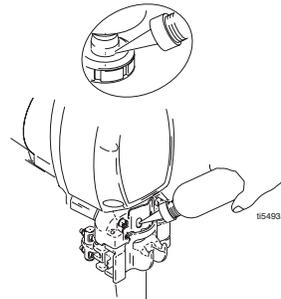

FIG. 29
8. FIG. 29. Riempire la pompa con Graco TSL, fino a che il fluido scorre sopra la guarnizione.